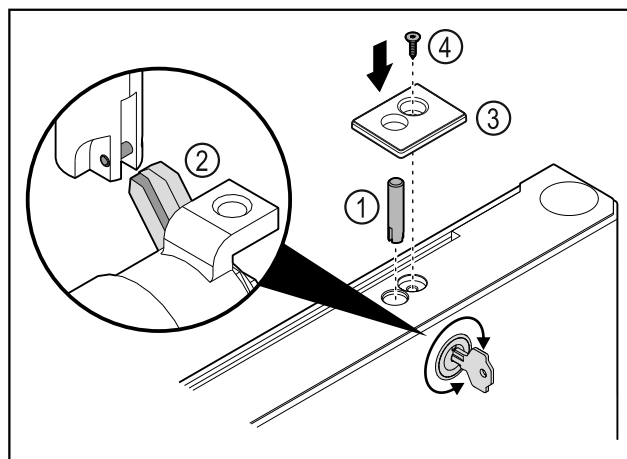

Fig. 37
- Zasuňte zámkový čep Fig. 37 (1).
- Mírně otočte zámkem, aby se zámkový čep Fig. 37 (2) zacvaknul do vybrání zámku.
- Nasadte kryt Fig. 37 (3).
- Vložte šroub Fig. 37 (4).